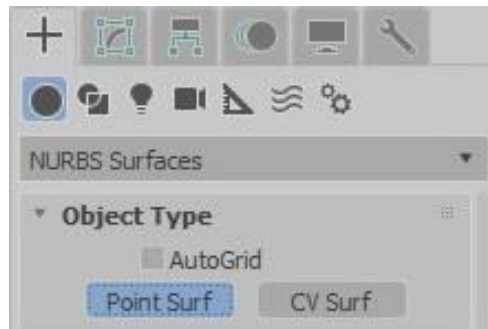

Рисунок 2.178 - Создание прямоугольного куска *NURBS*-поверхности
1. Создать прямоугольный кусок *NURBS*-поверхности, используя вкладку *Create* (*Create->Geometry-> NURBS Surfaces*) (Рисунок 2.178).